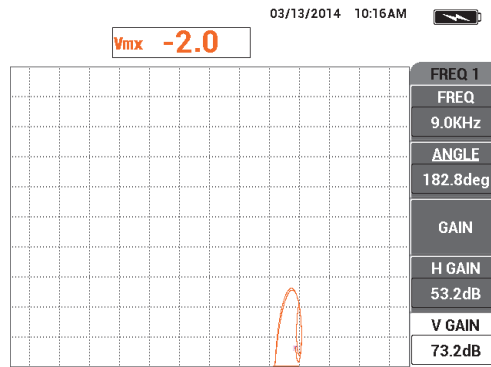

Abbildung 5-129 Überprüfen des gemixten Signals
26. Drücken Sie ggf. die Direktzugriffstaste ERASE (), um das gemixte Signal zu überprüfen (siehe Abbildung 5-129 auf Seite 234).